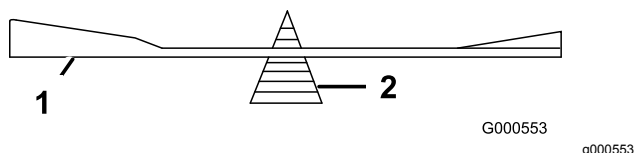

Figura 58
2. Verifique el equilibrio de la cuchilla colocándola sobre un equilibrador de cuchillas (Figura 58).